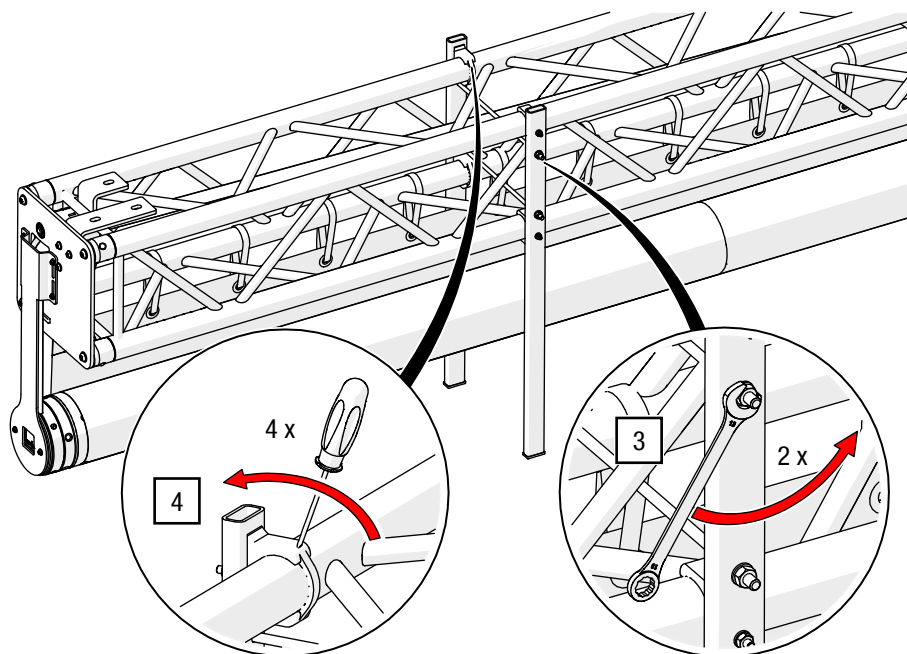

Abb. 14: TransportsüÙe lösen
3. Lösen Sie die Verschraubung der Gewindestangen einseitig mit einem Gabelschlüssel SW 13 (siehe Abb. 14).
4. Lösen Sie die Rohrschellen an beiden Transportfüßen, indem Sie die Rohrschellen mit einem Schlitzschraubendreher aufhebeln (Ausführung der Rohrschellen kann je nach Hersteller variieren; siehe Abb. 14).